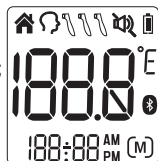

Fig. 1
1. Gire la sonda a la posición deseada; la pantalla se activará y ejecutará una comprobación automática; todos los símbolos de la pantalla aparecerán durante un momento como se muestra en la Fig. 1. Si el sensor ya está en la posición deseada, presione el botón **POWER** (encendido) para encender el termómetro.